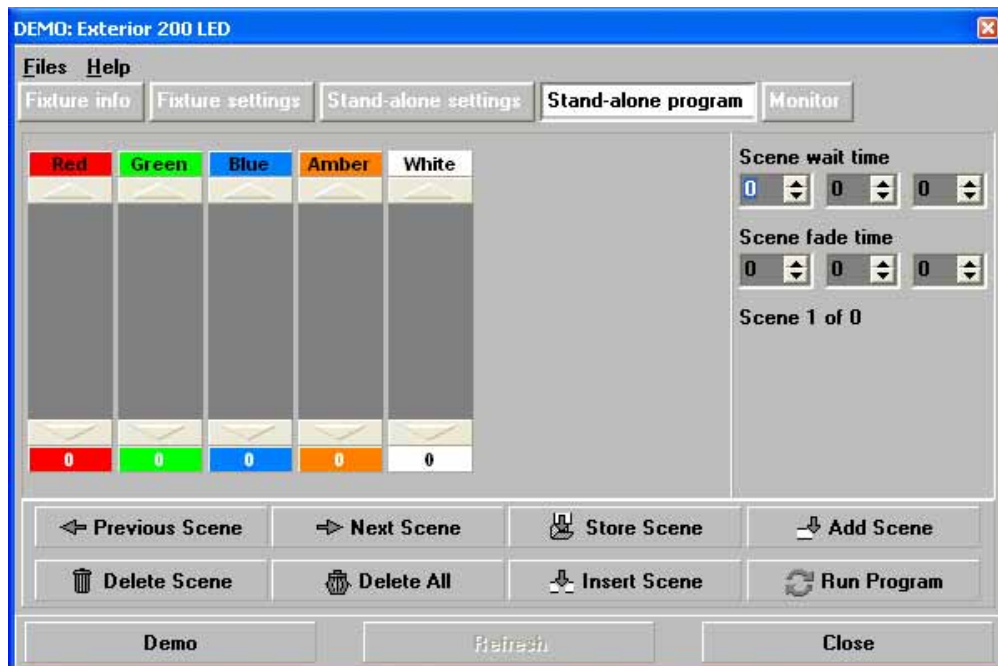

Bild 15: Standalone-Programmierung
1. Öffnen Sie die Seite **Stand-alone program** (siehe Bild 15).